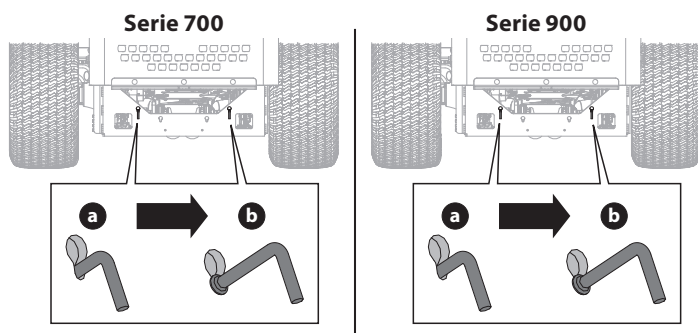

Fig. 3
1. Para engranar las varillas de derivaci  n de la transmisi  n, tire de la varilla (a) hacia arriba en la abertura m  s grande de la ranura de la llave y, a continuaci  n, tire hacia atr  s hasta que el collar  n de la varilla pase a trav  s del bastidor (Fig. 3).
2. Vuelva a bajar la varilla en la abertura m  s peque  a de la ranura de la llave, asegur  ndose de que el collar  n quede asegurado en la parte exterior del bastidor (b). Repita el proceso en el lado opuesto (Fig. 3).